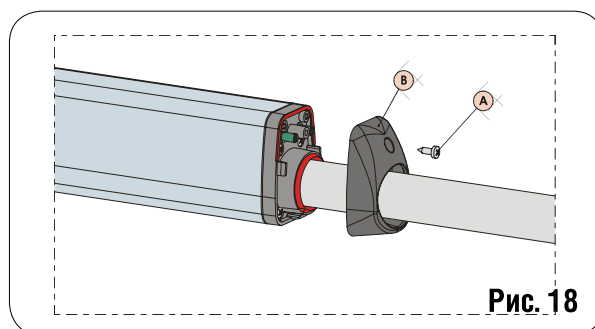

Рис. 18
- 1) Открутите верхний крепежный винт, Рис.18, и снимите крышку, Рис.18 В
- 5) Установите крышку на место, Рис.18 В, и вновь затяните фиксирующий винт, Рис.18.